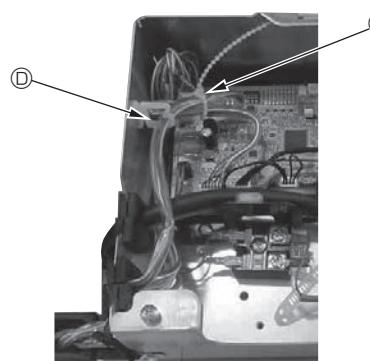

Fig. 10-14
- Coloque las partes sobrantes de los cables de enlace del sensor i-See y del receptor de señales en la caja de componentes eléctricos en el clip para cables de la forma mostrada en el diagrama, y sujetelos los cables con el remache. (Fig. 10-14)